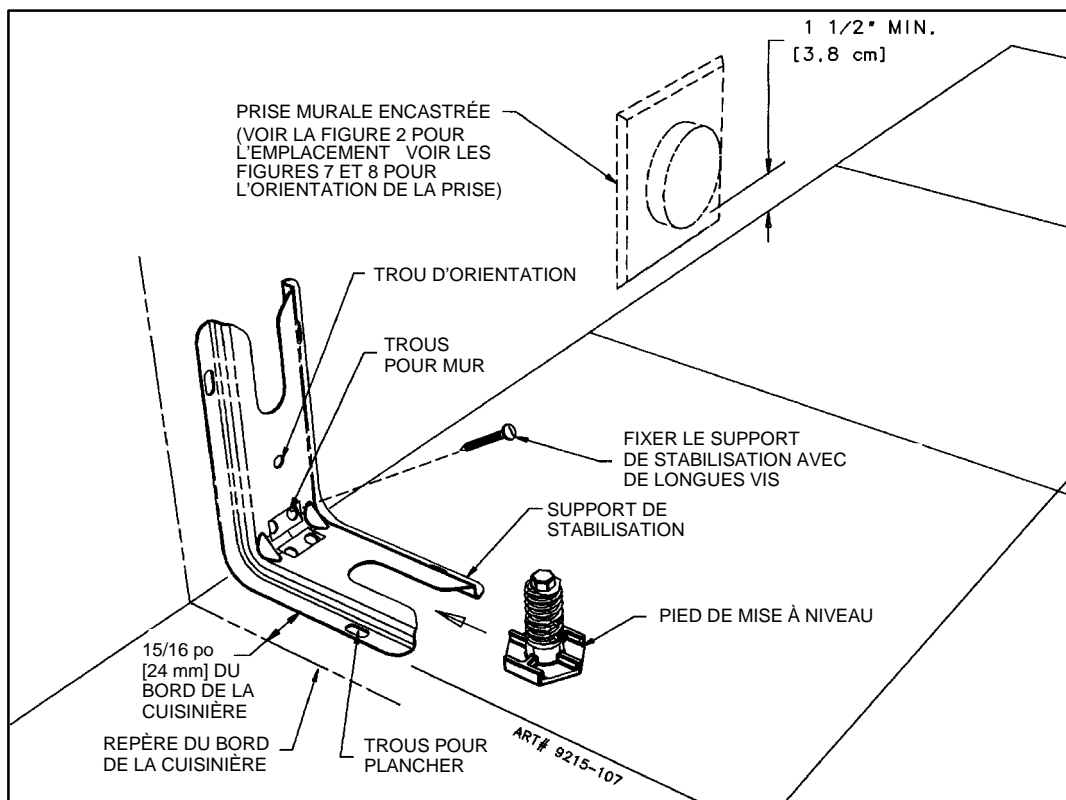
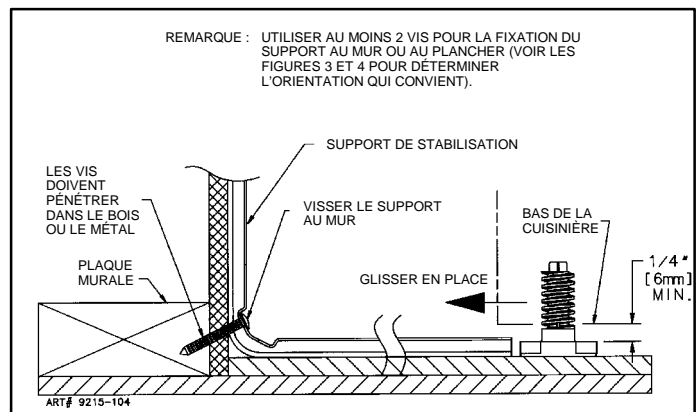

FIGURE 3
FIGURE 5
Placer le support avec le trou d'orientation du pied le plus long contre le mur ou contre le plancher tel qu'illustré aux figures 3 et 4.
ÉTAPE 1 - Emplacement du support de stabilisation (voir figure 3)
- Placer le SUPPORT à 15/16 po (24mm) de la marque " BORD " en allant vers le centre de l'ouverture et contre le mur arrière tel qu'indiqué à la figure 3, le trou d'orientation étant contre le mur.
- Utiliser le support comme gabarit et marquer l'emplacement de tous les trous pour le type de matériau sur lequel le support doit être fixé, tel qu'indiqué à la figure 3.
1. Plancher : Déterminer le centre des deux trous identifiés par "TROUS POUR PLANCHER" à la figure 3 ou 4 selon le cas. Percer un trou de positionnement de 1/8 po (3 mm) au centre de chaque trou (un clou ou un poinçon peut également être utilisé si une perceuse n'est pas disponible). Fixer le support de STABILISATION au plancher à l'aide des deux vis fournies. Passer à l'ÉTAPE 3.
2. Mur : Déterminer le centre des deux trous identifiés par "TROUS POUR MUR" à la figure 3 ou 4 selon le cas. Percer un trou de positionnement de 1/8 po (3 mm) au centre de chaque trou (un clou ou un poinçon peut également être utilisé si une perceuse n'est pas disponible) tel qu'indiqué à la figure 5. Fixer le support de STABILISATION au mur à l'aide des deux vis fournies tel qu'indiqué à la figure 5. Passer à l'ÉTAPE 3.
positionnement de la grandeur correspondante à celle des vis obtenues en quincaillerie au centre des trous identifiés " TROUS POUR PLANCHER " à la figure 3 ou 4 selon le cas. Fixer le support de STABILISATION au plancher. Passer à l'ÉTAPE 3.
- B. Placer la cuisinière de façon à ce qu'elle puisse entrer dans l'ouverture et la pousser en place. Remarque : Un dégagement minimum de 1/4 po (6 mm) est exigé entre la cuisinière et le pied de mise à niveau qui va s'insérer dans le support de STABILISATION (voir figure 5).